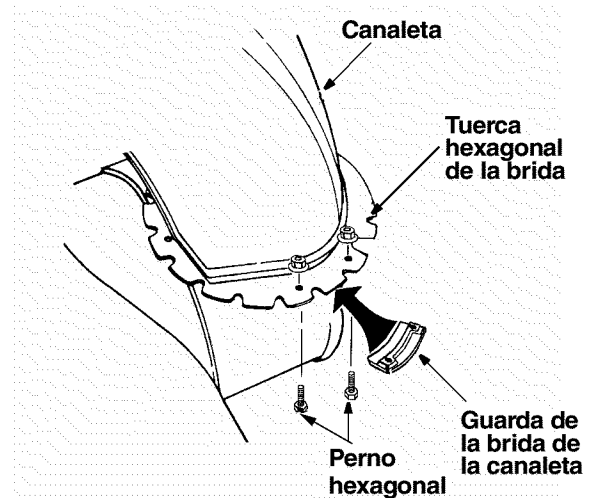

Figura 4
- Coloque la guarda de la brida de la canaleta (lado plano hacia abajo) debajo del reborde del conjunto de la canaleta según se muestra en la Figura 4. Usted encontrará las guardas de la brida de la canaleta en el Grupo D del conjunto de la ferretería.
- Inserte el perno hexagonal de 1/4-20 del grupo D del conjunto de ferretería (en la página 42) a través de la guarda de la brida de la canaleta y del conjunto de la canaleta según se muestra en la Figura 4. No ajuste en este momento. Gire la canaleta para instalar todas las guardas de la brida.